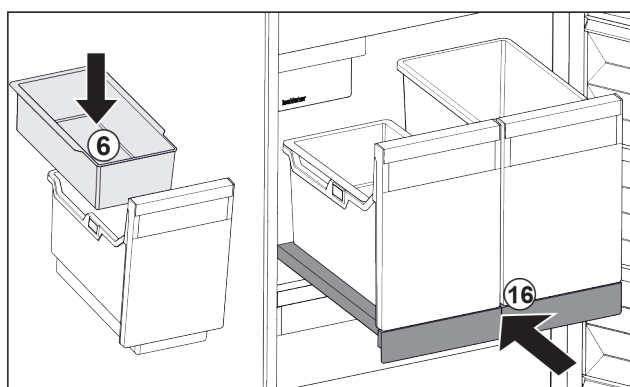

Fig. 107
- 安装冰块挂盘 Fig. 107 (6)。
- 将带有容器 (IceTower) 的拉出式搁板推入。 Fig. 107 (16)